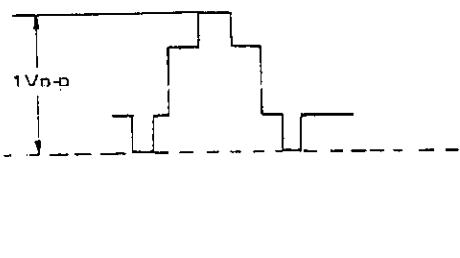

Abbildung 43.
- Das Farbbalken-Signal (abgestuftes Signal) an das Gerät anlegen. Den Ausgang von TP-401 auf dem Oszilloskop (Selbsttrigger) beobachten und R204 (EE-Pegelregelung) so einstellen, daß die erhaltene Wellenform der in Abb. 43 gezeigten entspricht.